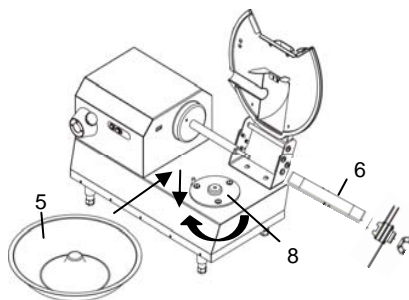

Fig. 6.3.8
- Infilare la vasca "5" Fig. 6.3.8 nel piatto di trascinamento "8"